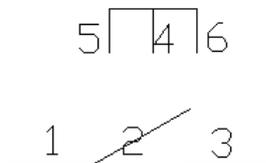

图 11-45 绘制水平直线
(4) 绘制水平直线。单击“绘图”工具栏中的“直线”按钮，开启“对象捕捉”模式，分别捕捉直线 5 和直线 6 的上端点作为直线的起点和终点，绘制的水平直线如图 11-45 所示。